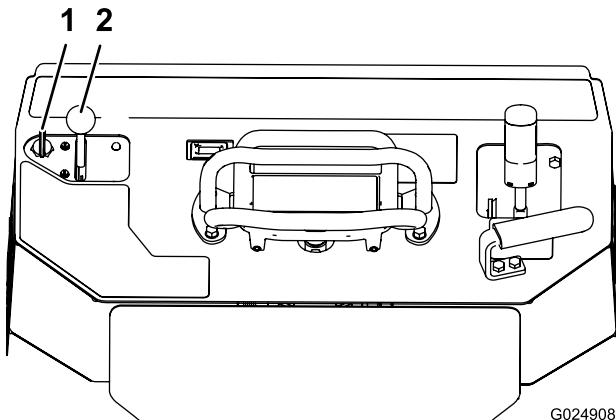

Bild 19
1. Bewegen Sie den Gasbedienungshebel in die Mittelstellung zwischen Langsam und Schnell (Bild 19).
2. Drehen Sie den Schlüssel auf die Ein-Stellung (Bild 19). Lassen Sie den Schlüssel los, wenn der Motor anspringt.
3. Schieben Sie den Gasbedienungshebel auf die gewünschte Stellung (Bild 19).
2. Stellen Sie den Gasbedienungshebel auf die Langsam-Stellung (Bild 19).
3. Drehen Sie den Schlüssel auf die Aus-Stellung (Bild 19).